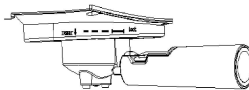

Fig. 1
2. Plaats de koffiefilter in de metalen trechtermond. Schuif de metalen trechter in het apparaat in "Insert" stand, laat de stoterstang los en draai de trechter vervolgens tegen de klok in tot hij vastklikt [zie fig.1].
2. Schuif de metalen trechter weer in het apparaat in "Insert" stand, laat de stoterstang los en draai de trechter vervolgens tegen de klok in tot hij vastklikt (zie fig.1).